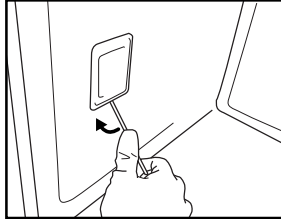

Bild 7
3. Använd en skruvmejsel för att bända lampskyddet utåt tills du kan ta loss det (Bild 7).